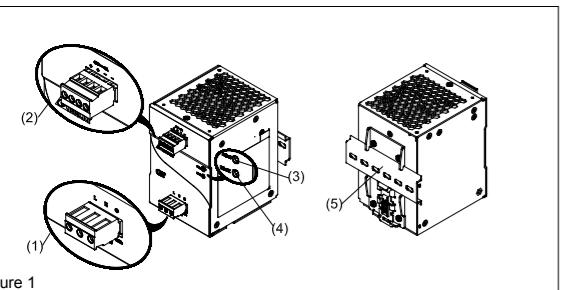
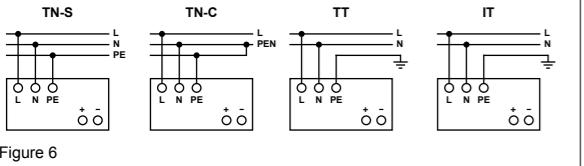

Figure 1
Figure 6
### 5.1. Anschluss der Eingangsklemmen (Abb. 1 (1), Abb. 6)
### 5.2. Anschluss der Ausgangsklemmen (Abb. 1 (2))
Verwenden Sie die Schraubklemmen „+“ und „-“, um den 48Vdc-Anschluss herzustellen. Am Ausgang stehen 48Vdc zur Verfügung. Die Ausgangsspannung kann am Potentiometer zwischen 48 und 56Vdc eingestellt werden. Die grüne LED „DC OK“ zeigt die korrekte Funktion des Ausgangs an (Abb. 1 (4)). Das Gerät verfügt über einen Kurzschluss-, Überlast- und Überspannungsschutz, der auf 57Vdc begrenzt ist.
#### 2. Device description (Fig. 1)